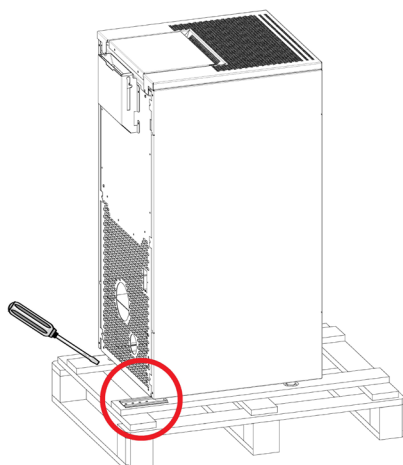

Fig. 1 - Entfernung der Halterungen
- Die Schrauben, die die Füße des Ofens blockieren, entfernen (siehe **Fig. 1 a pag. 7**). Dann den Ofen von der Palette entfernen.